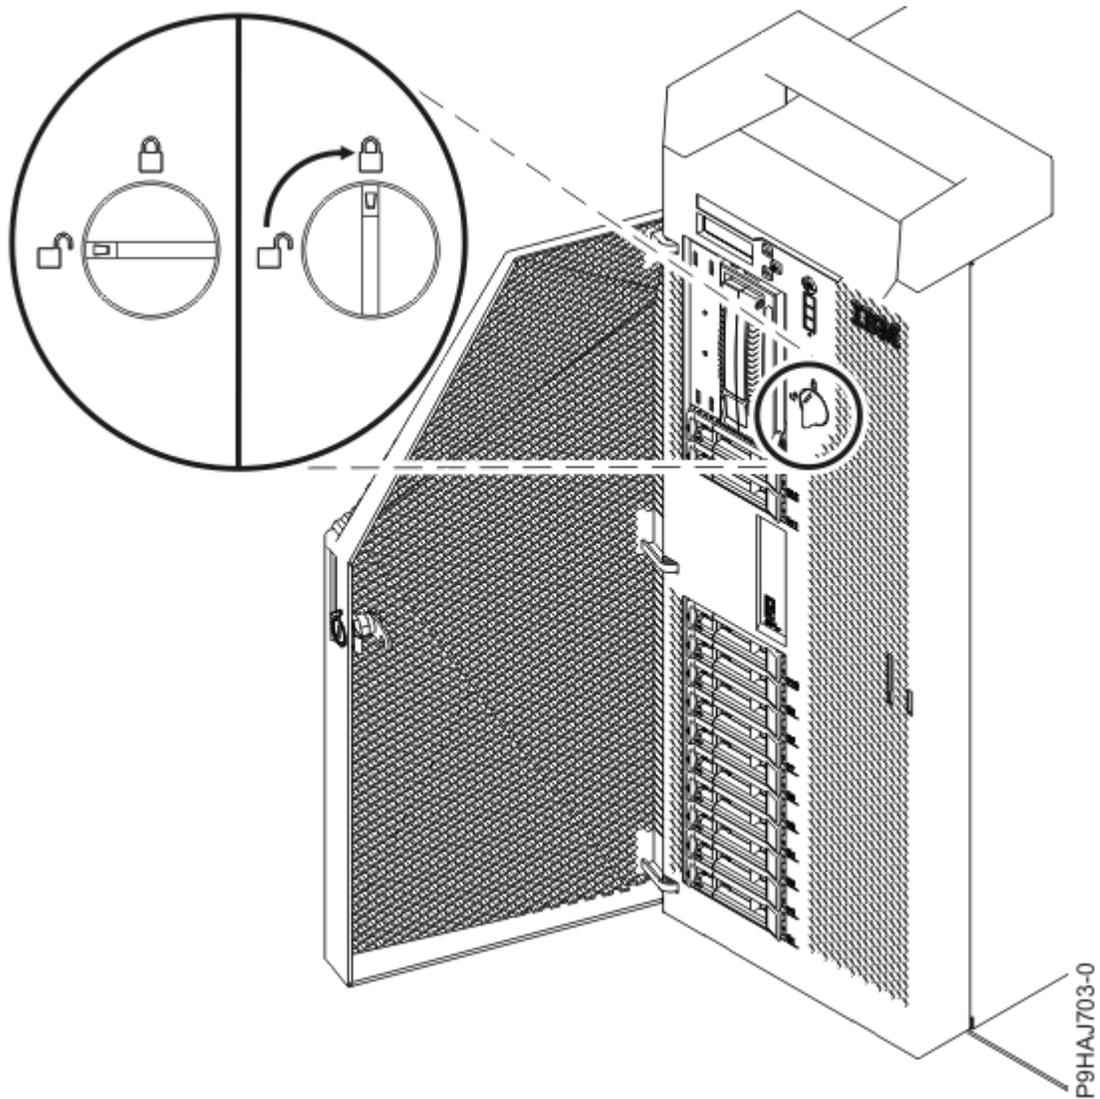

Abbildung 14. Vordere Abdeckungsverriegelung schließen
- d) Drehen Sie die Abdeckungsverriegelung nach rechts (im Uhrzeigersinn), um die Abdeckung zu verriegeln (siehe Abbildung 14 auf Seite 17).